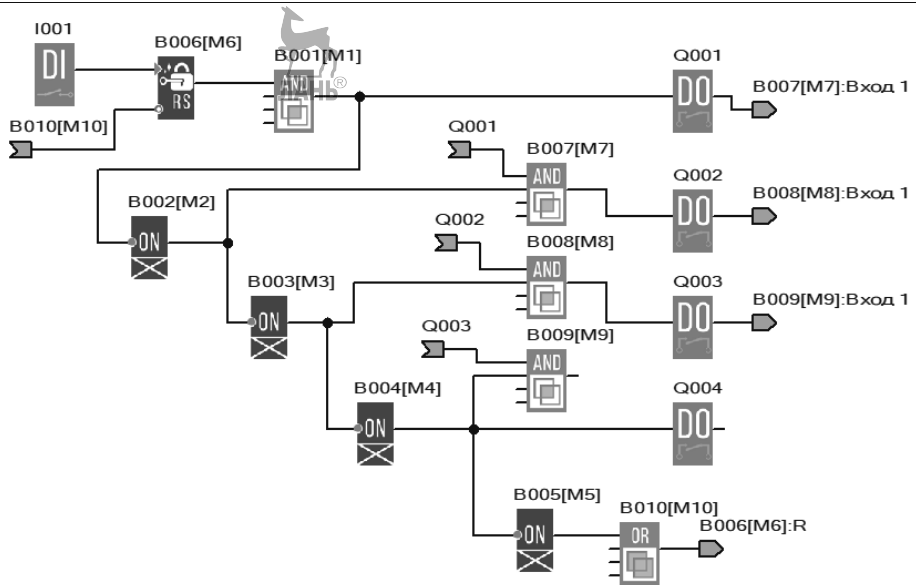

Рис. 5.27. Программа с лишними блоками
18. Найти лишние блоки, которые не влияют на алгоритм работы программы, показанной на рис. 5.27.